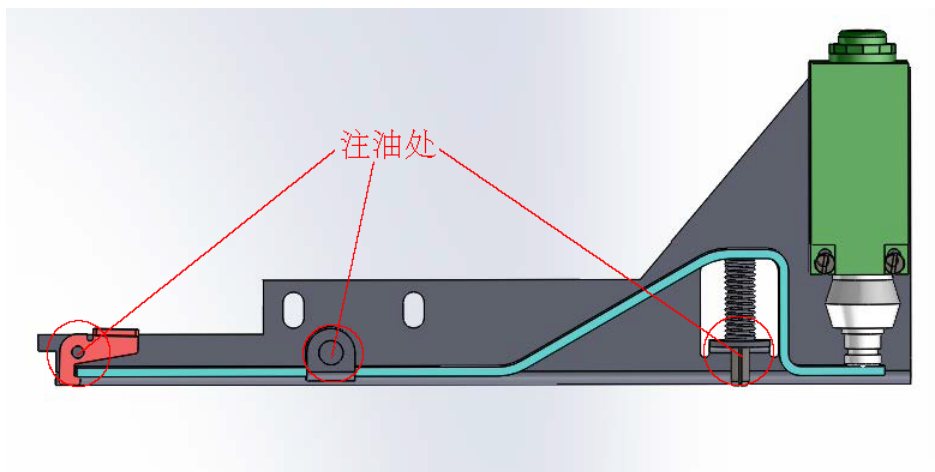

图 4 辅助限位开关分部件注油处
3.4 辅助限位开关分部件运动副注油润滑，详见图 4(a、b、c)所示；
3.4.2 将如图 4(a、b、c) 三处注油润滑后，需要旋转固定卡且旋转带零部件，使淤积的灰尘或杂物彻底排出，从而确保辅助限位开关分部件运动副旋转灵活无卡涩现象；